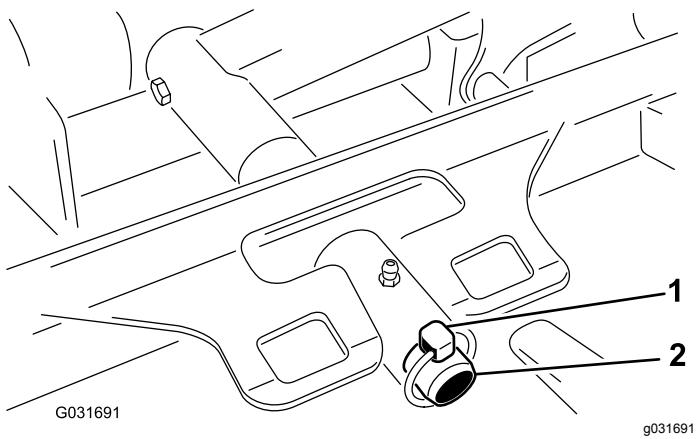

Figure 60
3. Retirez la goupille à anneau qui fixe le bâti porteur du plateau à l'axe de pivot du bras de relevage (Figure 60).
3. Poussez le bâti porteur du plateau de coupe sur la tige de pivot et fixez-le avec la goupille à anneau (Figure 60).